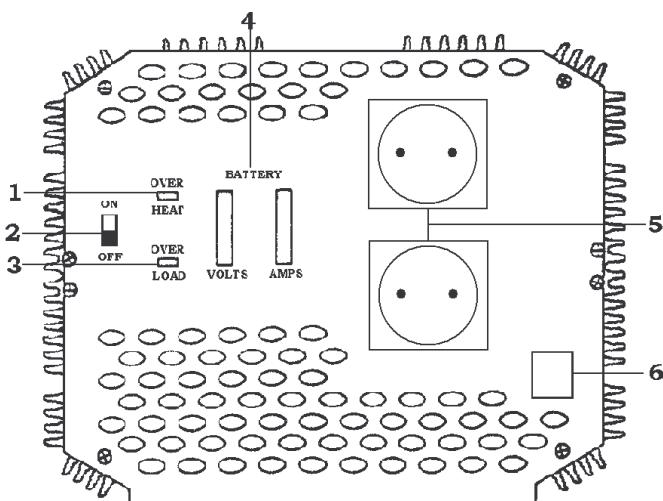

Fig. 2
3. Als een DC voeding gebruikt wordt als voedingsbron, zet deze aan. Zet vervolgens de **PI2500B & M** (fig.2 #2) aan. De voltmeter (fig.2 #4) moet tussen 11 en 14V aangeven, afhankelijk van de voedingsbron. Is dit niet het geval, controleer dan de voedingsbron en de aansluitingen met de inverter. Andere indicators mogen niet oplichten.